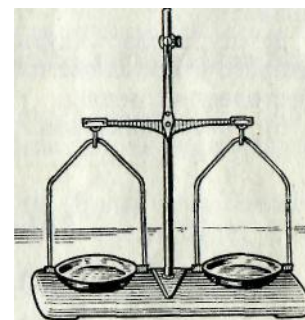

Рис.3
3. *Учебные весы* (рис.3). При измерении массы исследуемого тела с помощью учебных весов необходимо: а)поднять чашечки весов на соответствующую высоту посредством подъемной муфты и уравновесить весы вспомогательным материалом (кусочками бумаги и т. п.); б) взвешиваемое тело поместить на левую чашку весов, на правую — осторожно положить гири. Разновесы брать пинцетом и в определенном порядке: последовательно один за другим, пока не будет достигнуто равновесие весов. После окончания работы разновесы убрать в соответствующие гнезда ящика для разновесов, чашечки весов опустить, чтобы они касались подставки.